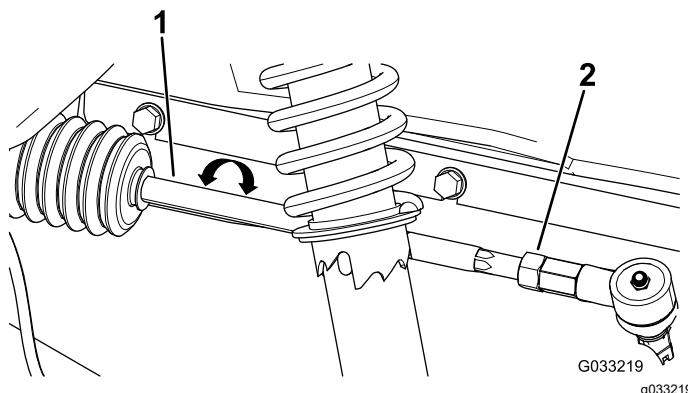

Figura 51
2. Si la distancia no es de entre 0 y 6 mm, afloje las contratuercas en el extremo exterior de las bielas (Figura 51).